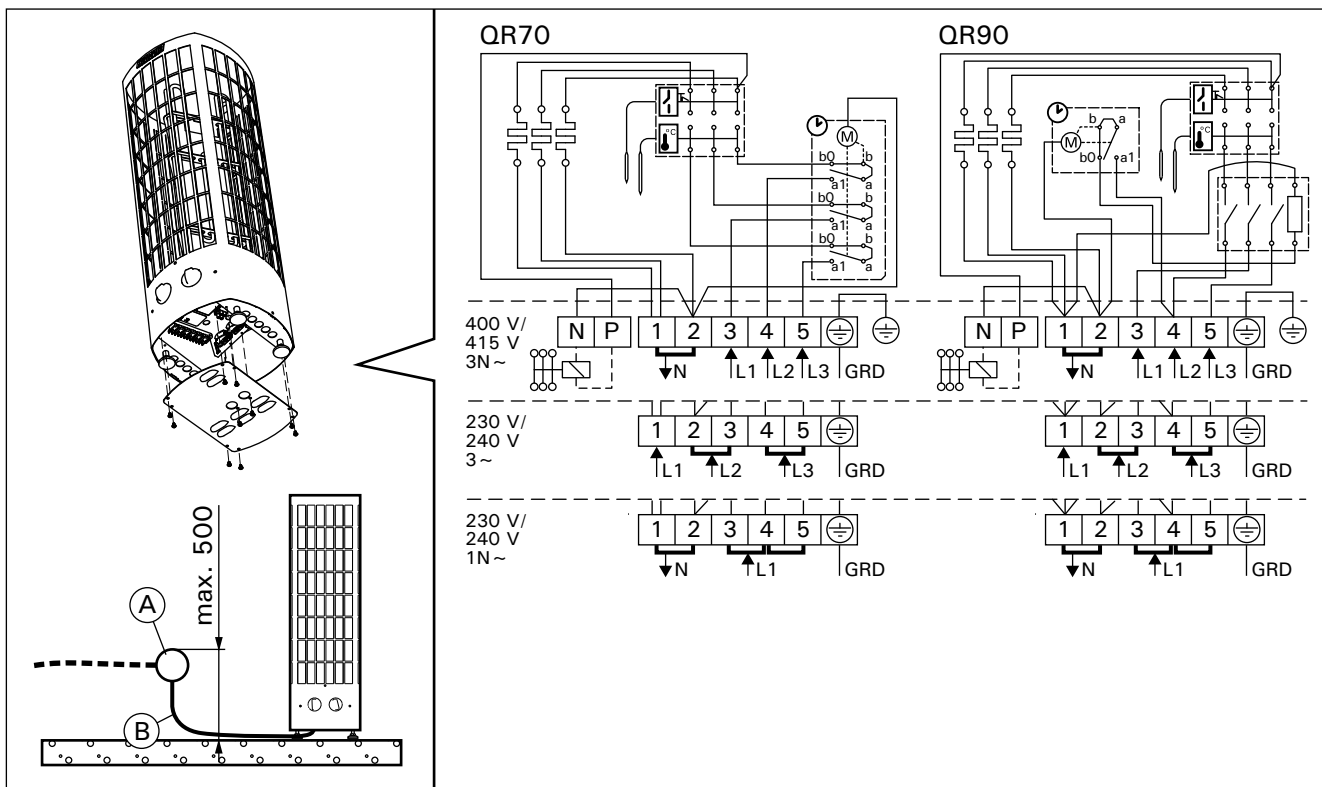

Рисунок 7. Электромонтаж
- Каменка гибким проводом подсоединяется к соединительной коробке (рис. 7: А) на стене сауны. Соединительная коробка должна быть брызгозащитной и находиться на расстоянии не более 500 мм от пола.
- В качестве кабеля (рис. 7: В) следует использовать резиновый кабель типа HO7RN-F или подобный. **ВНИМАНИЕ! Использование кабеля с ПВХ-изоляцией запрещено вследствие его разрушения под воздействием тепла.**
- Кроме клемм питания каменки QR оснащены также клеммой (P), которая делает возможным управление электрическим нагревом (рис. 7). Управляющее напряжение передается от каменки, когда она включена. Кабель управления электронагревом подводят прямо к соединительной коробке каменки и дальше с помощью резинового кабеля, равного по сечению соединительному кабелю, к клеммнику.